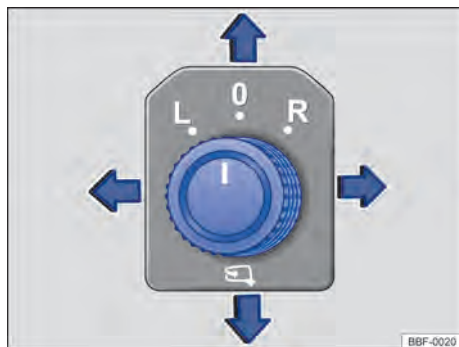

Fig. 77 En la puerta del conductor: mando giratorio de ajuste de los espejos retrovisores exteriores eléctricos.
- Girar la perilla en la puerta del conductor hasta el símbolo deseado → fig. 77.